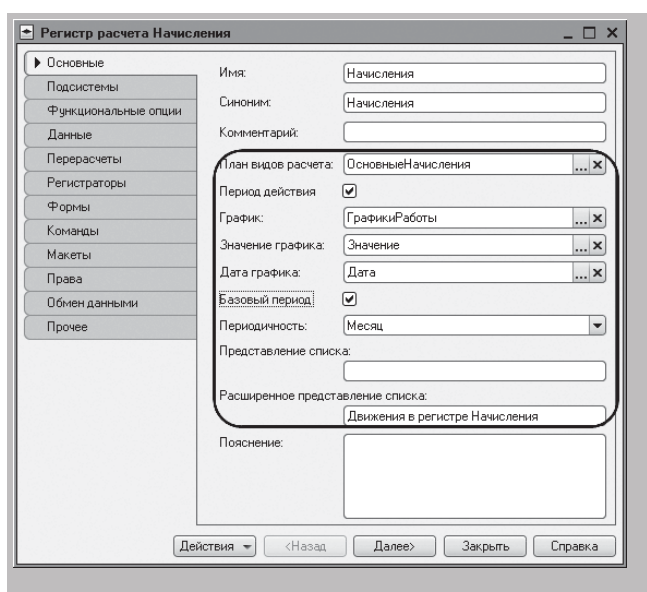

Рисунок 26.1 - Окно редактирования регистра расчета «Начисления»
1.4 Укажем, что регистр расчета будет использовать базовый период и периодичность регистра будет **Месяц** (рисунок 26.1).